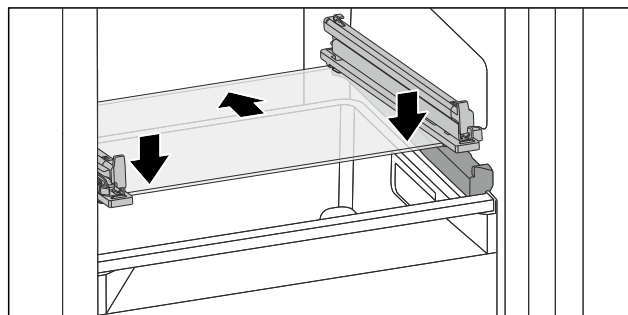

Fig. 132 Ripiano in vetro del cassetto ribaltabile
- Applicare il ripiano in vetro obliquamente dietro i fermi. (vedere Fig. 132)